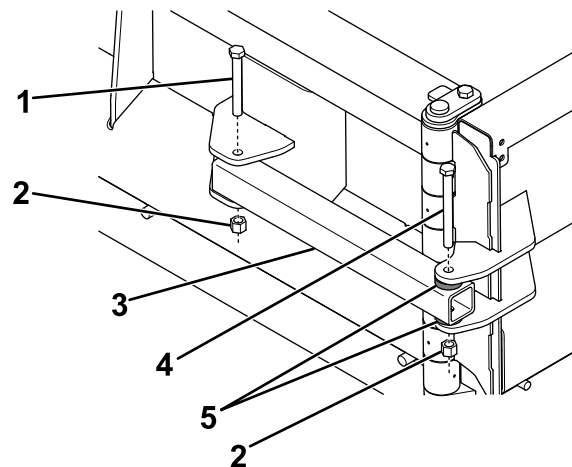

Bild 8
1. Befestigen Sie die seitlichen Schneeschildstreben mit einer Scherschraube ($\frac{1}{2}$ " x 5"), zwei Distanzstücken und einer Sicherungsmutter lose am seitlichen Schneeschild (Bild 8).
2. Befestigen Sie das andere Ende des seitlichen Schneeschildstrebe mit einer Schraube ($\frac{1}{2}$ " x 4") und einer Sicherungsmutter lose an der mittleren Halterung der Kupplungseinheit (Bild 8).